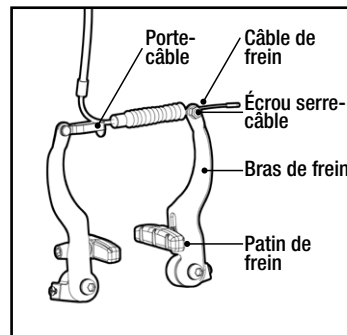

Figure 65
- Une fois les patins de frein correctement positionnés, desserrez l'écrou serre-câble sur le bras de frein (voir la Figure 65). Comprimez fermement les patins de frein contre la jante du pneu, tendez le câble et resserrez l'écrou serre-câble à l'aide d'une clé Allen de 4, 5 ou 6 mm (C) ou d'une pince à joint coulissant standard.
- Si les patins de frein n'entrent pas simultanément en contact avec la jante, utilisez un tournevis cruciforme standard (A) pour serrer les vis de réglage du bras de frein jusqu'à ce que les patins entrent simultanément en contact avec la jante lorsque vous appuyez sur le levier de frein.